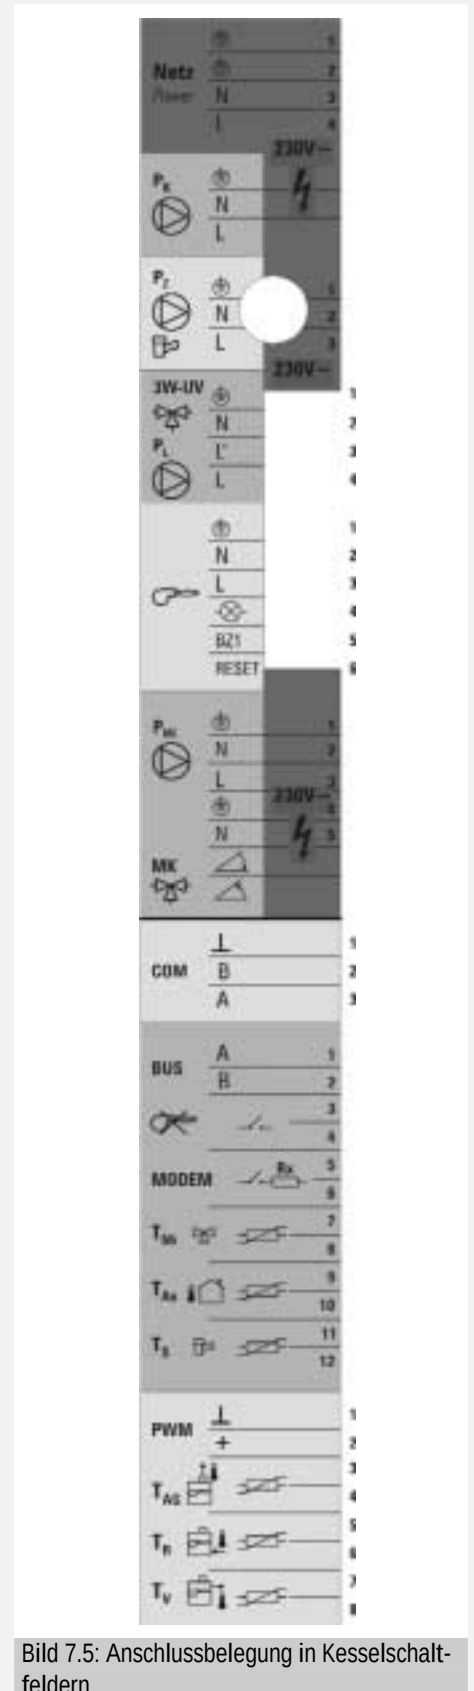

Bild 7.5: Anschlussbelegung in Kesselschaltfeldern
- g) Zentralgerät THETA 23R wieder einsetzen und Schnellklemmvorrichtungen festziehen (Bild 7.5).